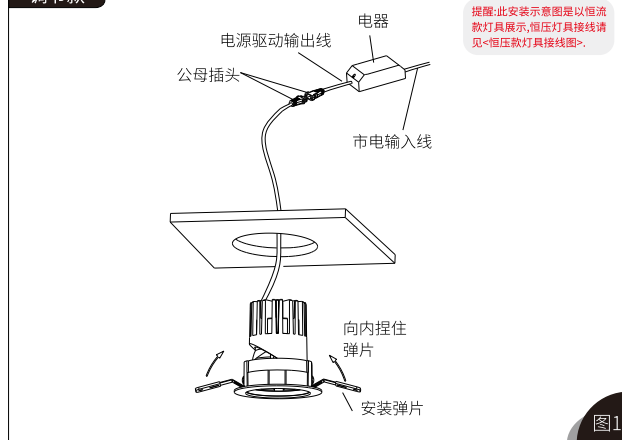

图1
4. 向内侧捏住安装弹片, 将灯体装入天花板的开孔内, 如图1所示;